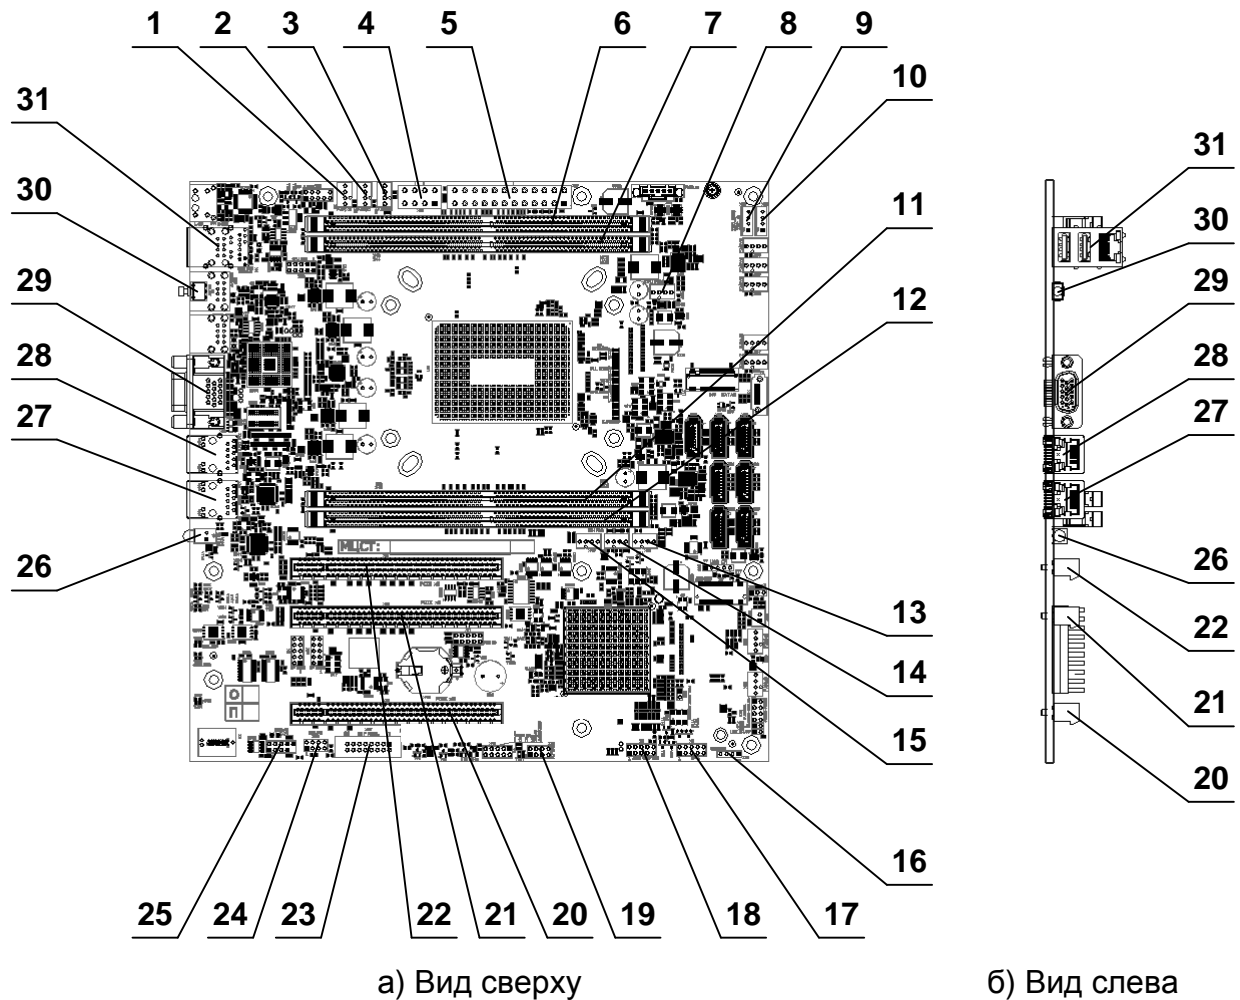

Рисунок 1 – Внешний вид панели 1Э8СВ-иАТХ (виды сверху и слева)
1.1.3.5 На соединителе X36 (см. рисунок 1, поз. 16) по умолчанию установлена перемычка на контакты X36:2 и X36:3 для обеспечения работы внутреннего электромагнитного излучателя звука. При необходимости к соединителю X36 можно подключить внешний излучатель звука на контакты X36:1 и X36:4, предварительно сняв перемычку с контактов X36:2 и X36:3.
1.1.3.7 На рисунке 5 приведена схема расположения контактов соединителя X47 (см. рисунок 1, поз. 23) для подключения переключателей и индикаторов передней панели типа Supermicro.
1.1.3.8 Состояния индикаторов соединителей RJ-45 (см. рисунок 1, поз. 28, 29, 32) представлены на рисунке 6.